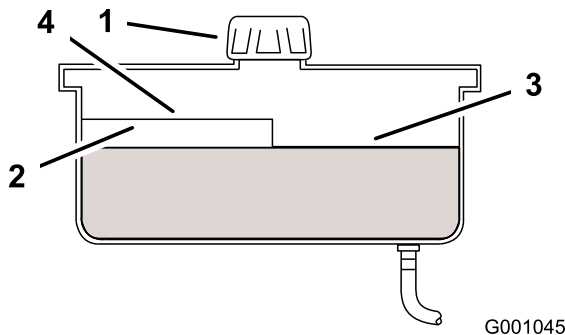

Figura 65
2. Limpie alrededor del cuello de llenado del depósito de aceite hidráulico (Figura 65).
3. Retire el tapón del cuello de llenado. Mire dentro para ver si hay aceite en el depósito (Figura 65).
Nota: El nivel de aceite debe llegar a la parte superior del nivel caliente del tabique cuando el aceite está caliente (Figura 65).